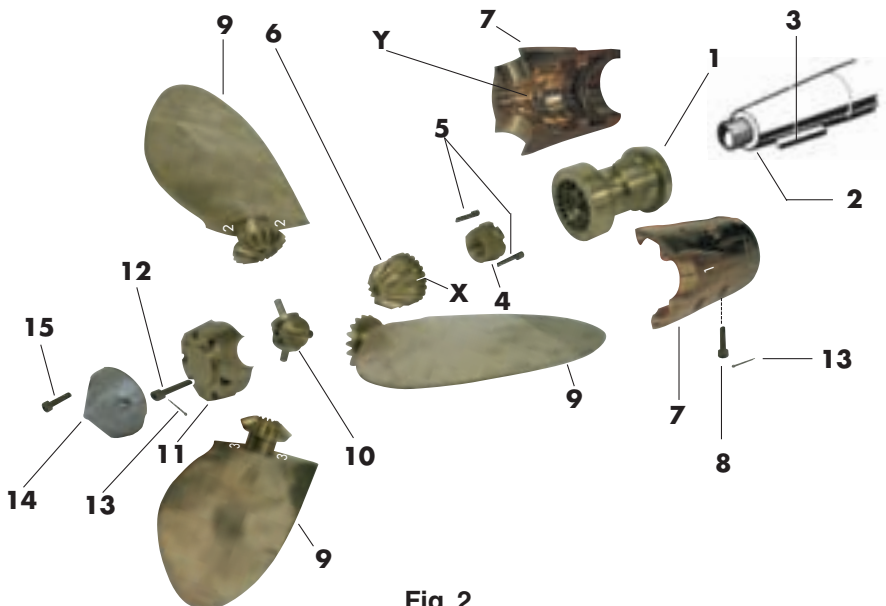

Fig. 2
- 3) MONTAGGIO - ASSEMBLY:** Tenete presente che le parti che compongono la Max-Prop® non sono intercambiabili; nel caso si ricevessero contemporaneamente più eliche, sarà quindi necessario fare molta attenzione a non mischiare i pezzi smontati. Effettuate le varie operazioni facendo riferimento alla Fig. 2.
Max-Prop® parts are not interchangeable. Make sure if you receive more than one propeller that you do not interchange parts. Please use Fig.2 for part number references.
- E) Localizzate il riferimento denominato “Y” all’interno dell’ogiva [7], costituito da un piccolo foro cieco (Fig. 2 e 4). Ruotate l’ogiva [7] fino a far coincidere il riferimento “Y” con il dente dell’ingranaggio conico [6] segnato dalla lettera corrispondente all’angolo α prescelto (vedi tabella Fig.4). Riempite quindi anche la parte superiore dell’ogiva con il grasso.
Locate the mark on the top inside of the spinner (a small drill hole). This is the “Y” mark (Fig. 2 and 4). Rotate the spinner until the “Y” mark on the spinner coincides with the correct letter on the top of the central cone gear. This letter is determined from the chart in Fig. 4. Fill the top of the spinner with grease.